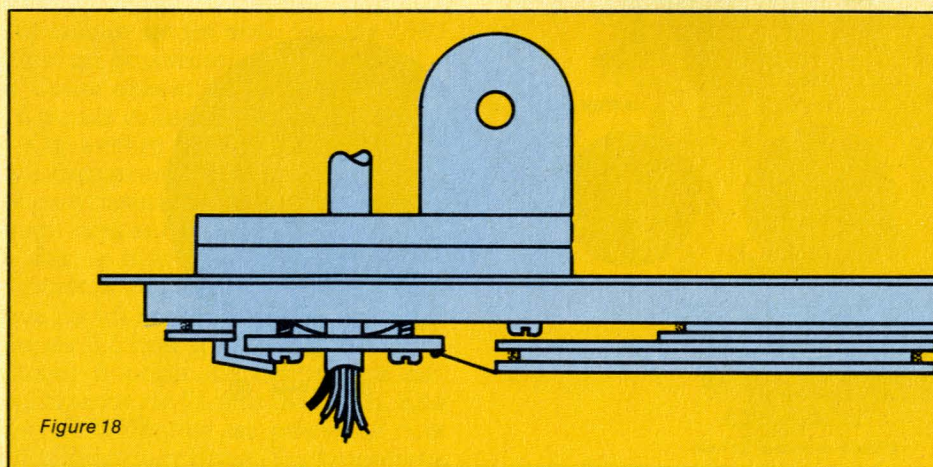

Figure 18
- Coller soigneusement, sans faire déborder la colle, sur le CTP les pièces 16 a-16 b et 16 c-16 d en s'aidant des cercles guides tracés précédemment de façon à obtenir une gorge de 1 mm entre le carton et le CTP (voir figure 18). Ecraser la colle en martellant pour assurer une bonne prise. Mettre le tout sur une surface plane et poser un poids jusqu'au séchage définitif (24 heures).
- Prener le disque de CTP sur lequel sont collés les couronnes et disques de carton qui serviront de gorge au fil de la self d'émission. Du côté du trou de passage du câble de liaison, enlever à l'aide d'une lame de scie un passage de 1 mm de large afin de permettre de démarrer et d'arrêter facilement les fils de la bobine d'émission. A l'opposé, dégager 10 mm sur la grande couronne jusqu'au CTP. Coller à la colle UHU Plast les 2 pièces 16 h qui permettent un changement de direction du fil de bobinage (C.F. figures 18 et 19). Laisser sécher 24 heures.